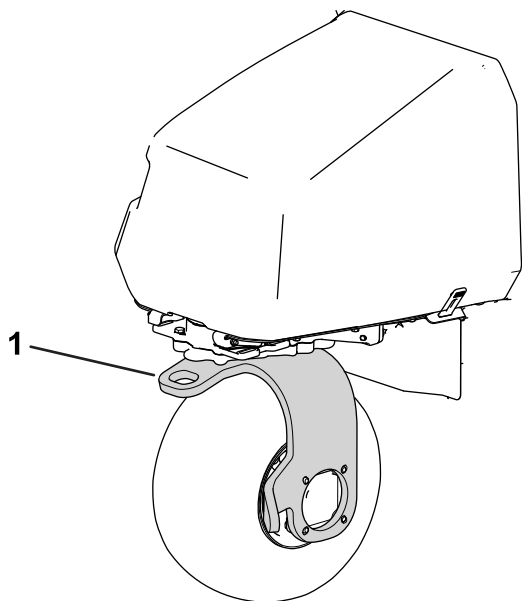

Figure 34
11. Utilisez la fourche de la roue pivotante arrière pour remorquer la machine (Figure 34).